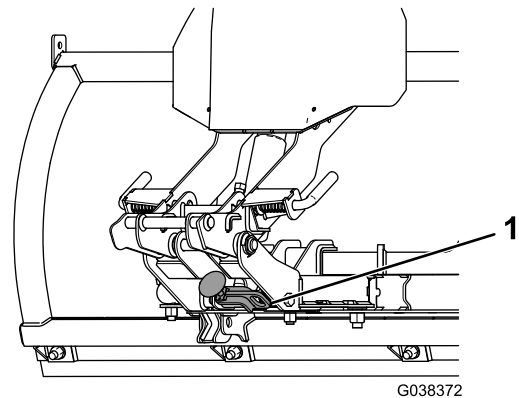

Figure 3
4. Tirez la poignée de la béquille vers l'extérieur et tournez-la pour abaisser la béquille (Figure 3).